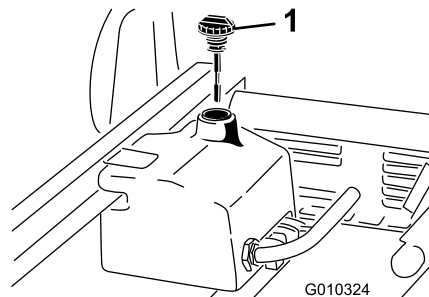

Рисунок 72
4. Очистите зону вокруг заливной горловины и крышки гидравлического бака (Рисунок 72).
6. Извлеките масломерный шуп (Рисунок 72) из заливной горловины и протрите его чистой ветошью.